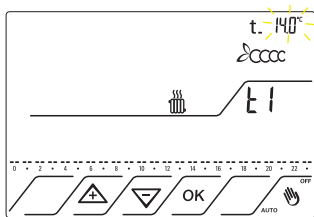

Fig.28
7.4 Premere il tasto OK. Sul display compare la prima fascia di temperatura relativa a T1 14°C lampeggiante. Fig.28